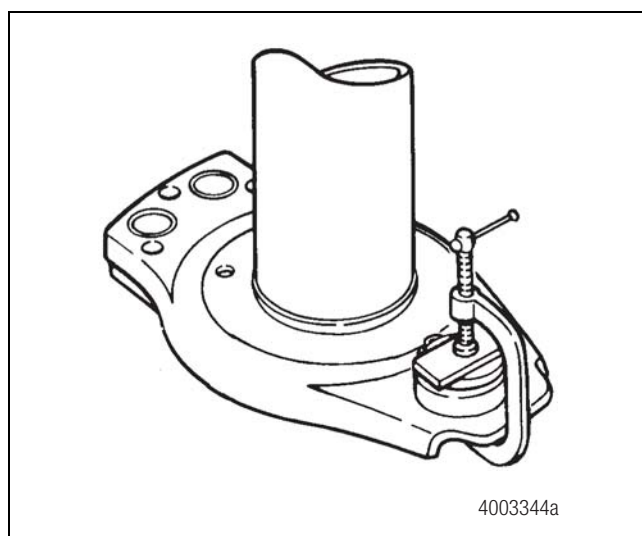
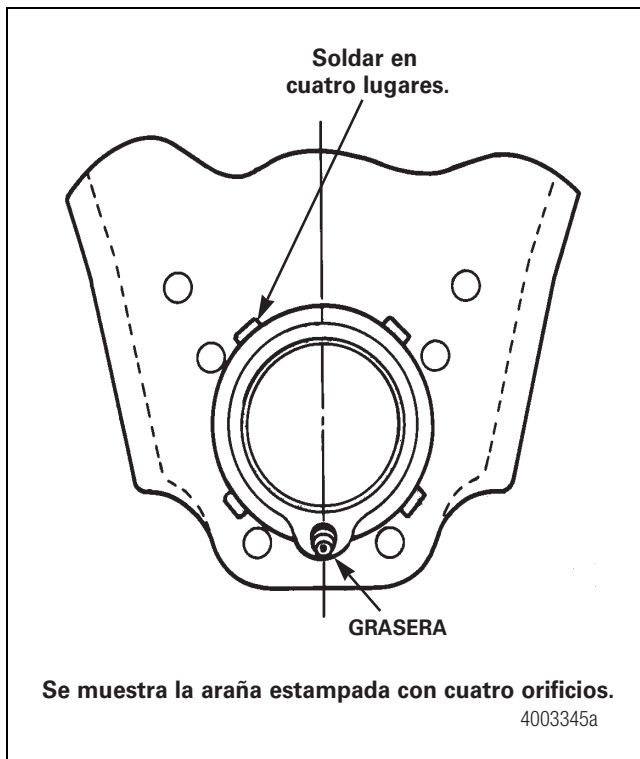

Figura 11.63
Figura 11.64
4. Presione el retenedor nuevo hacia dentro de la araña con una abrazadera en C. Figura 11.63. Verifique que la grasea está en la posición correcta. Figura 11.64.
5. Suelde el retenedor en cuatro puntos con electrodos AWS E70S3 o E70S6. Cada soldadura debe tener un filete de 0.1875 de pulgada (4.76 mm) y una longitud de 0.375 de pulgada (9.52 mm). Figura 11.64.